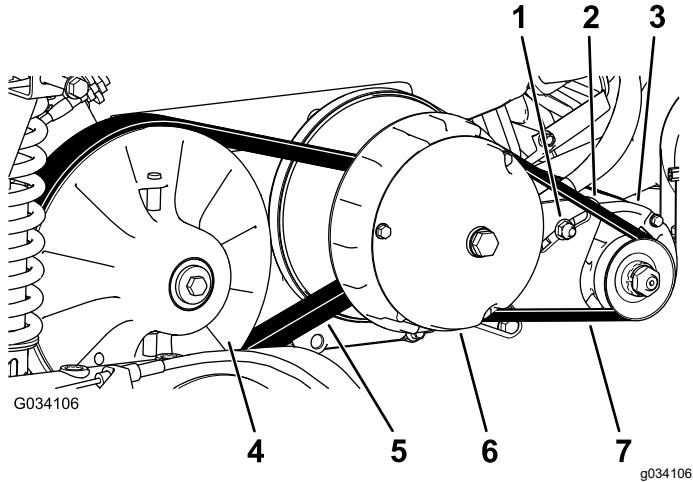

Figura 63
6. Haga girar la correa e inspecciónela (Figura 63) para asegurarse de que no está excesivamente desgastada o dañada.
3. Haga girar la correa y llévela sobre el embrague secundario (Figura 63).
4. Retire la correa del embrague primario (Figura 63).
5. Coloque la correa nueva sobre el embrague primario (Figura 63).
6. Haga girar la correa y llévela sobre el embrague secundario (Figura 63).
2. Afloje la tuerca del pivote del generador de arranque (Figura 63).
4. Aplique presión descendente sobre la palanca para hacer girar el motor de arranque hacia abajo en la ranura, hasta que la tensión de la correa sólo permita una desviación de 6 mm ($\frac{1}{4}$ ") con una fuerza de 44 N·m (10 pies-libra) (Figura 63).
5. Apriete la tuerca del pivote a mano y retire la palanca (Figura 63).